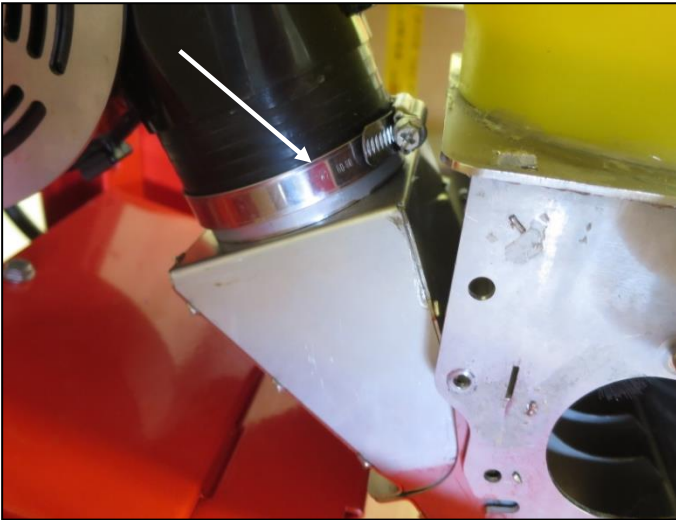
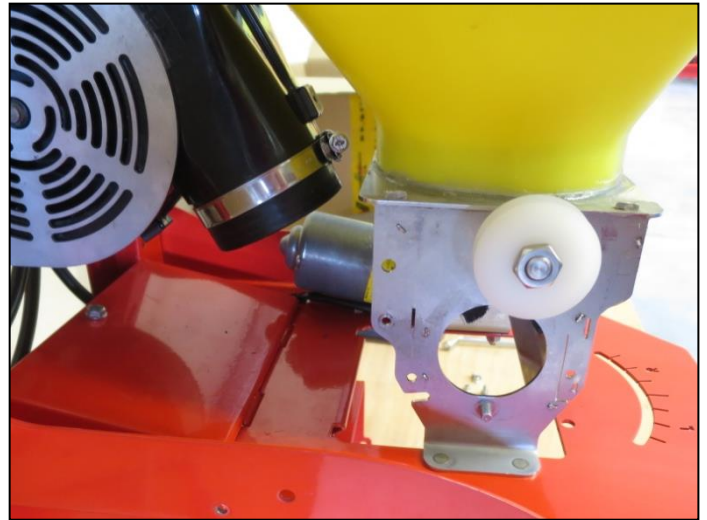

Abb.: 17
Abb.: 18
- Lockern Sie die in Abb.: 17 gekennzeichnete Schlauchschelle um das Übergangsstück von der Dosiereinheit zum Gebläse abzunehmen (Abb.: 18). Anschließend nehmen Sie die Schlauchschelle vom Gebläse herab.